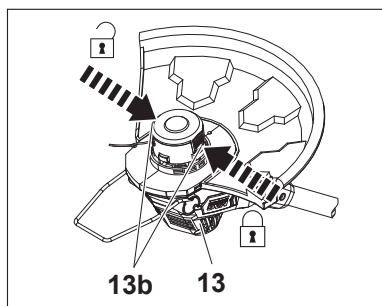

Fig. 31
2. Segure de forma firme a cabeça do aparador (13) com uma mão. Pressione os trincos de libertação (13b) em ambos os lados para remover a cobertura (13a) (Fig. 31).